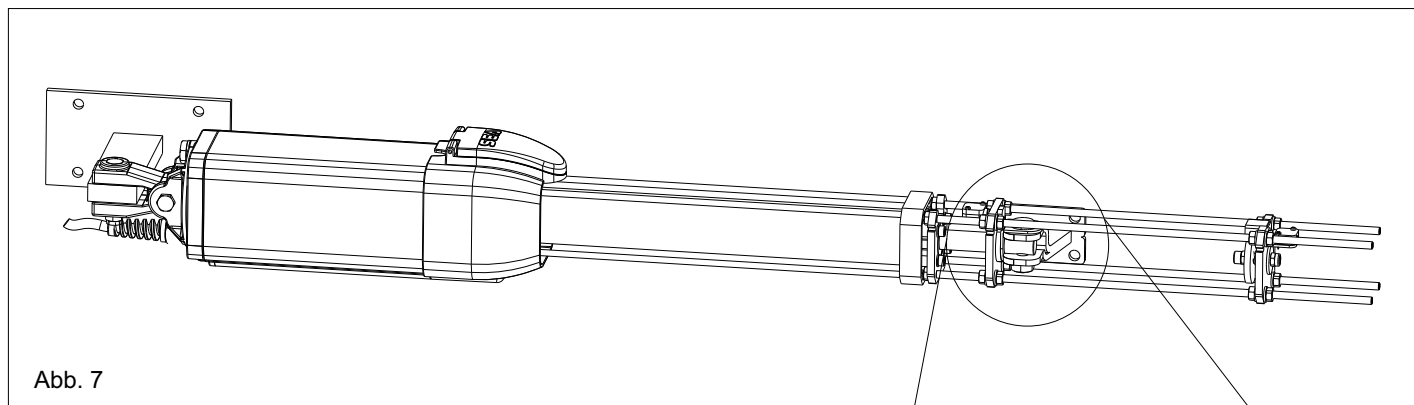

Abb. 7
Vor Installation der Kolbenabdeckung (Abb. 7), muss der Antivibrationsrahmen aus Plastik eingeführt werden (A).